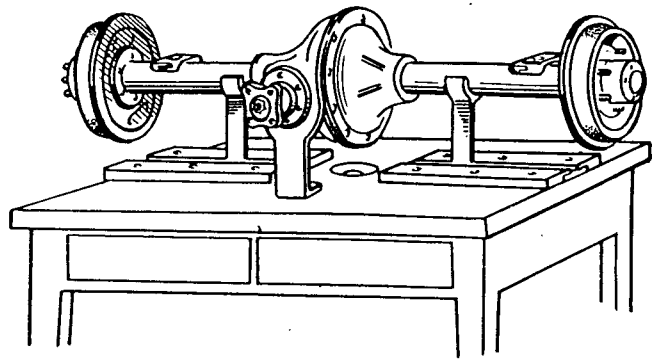

Bild 131. Anordnung der Achse auf dem Montagestand
1. Hinterachse auf einen Montagetisch anordnen (Bild 131), Öleinfüll- und Ölablassschrauben ausschrauben und Öl ablassen.